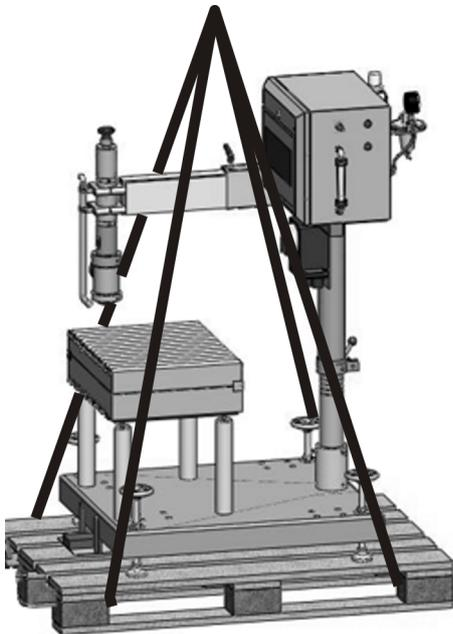

Abb. 27: Hebezeug anschlagen
1. ➤ Seile, Gurte oder Mehrpunktgehänge entsprechend Abb. 27 an der Palette anschlagen und Palette gegen Verrutschen sichern.